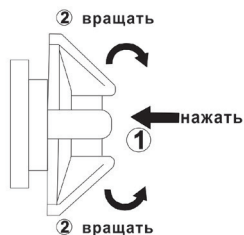

рис. 4
6.1 Наденьте щиток на голову. Нажмите регулируемую ручку вниз (в заднем положении головы), одновременно вращая ее против часовой стрелки, чтобы увеличить длину окружности головного обруча, или по часовой стрелке, чтобы уменьшить длину окружности головного обруча (рис. 4).